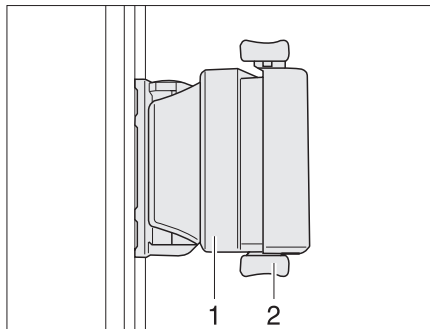

Bild 62 Skjutfönster med skjutlås
- Vrid låsknappen (Bild 62,1) i vertikal position.
- Tryck handtaget (Bild 62,2) och skjut det samtidigt framåt eller bakåt.